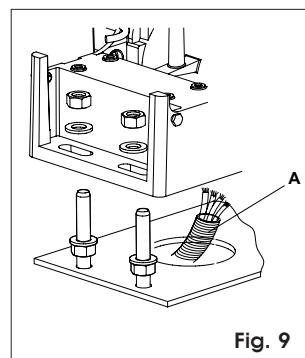

Fig. 9
2) Placer l'opérateur sur la plaque en utilisant les rondelles et les écrous fournis d'après la Fig.9.
Durant cette opération faire passer les câbles à travers la fente spécifique présente dans le corps du réducteur de l'opérateur (Fig.9 réf.A).